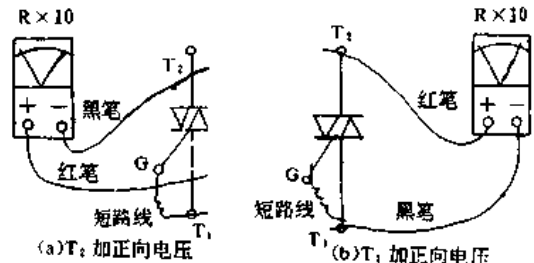
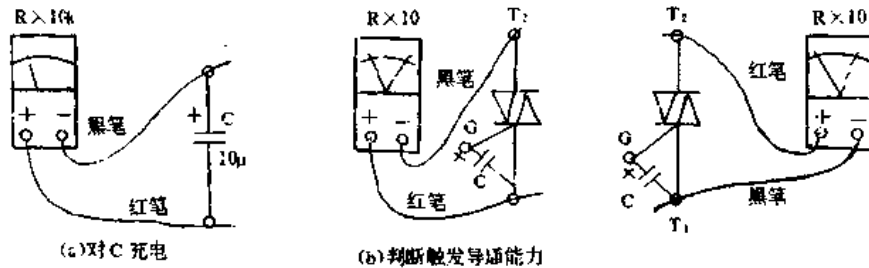

图10-12 判断双向可控硅的触发导通能力
图10-13 判断双向可控硅的触发导通能力
判断方法之二:检查触发导通能力。万用表置于 $R \times 10$ 档;①如图10-12(a)所示,用黑表笔接主电极 $T_2$ ,红表笔接 $T_1$ ,即给 $T_2$ 加正向电压,再用短路线将 $G$ 与 $T_1$ (或 $T_2$ )短接一下后离开,如果表头指针发生了较大偏转并停留在一固定位置,说明双向可控硅中的一部分(其中一个单向可控硅 $KS II$ )是好的;②如图10-12(b)所示,
判断方法之三:检查触发导通能力。如图10-13所示,取一只 $10\mu F$ 左右的电解电容器,将万用表置于 $R \times 10k$ 档(9V电压),对电解电容器充电 $3\sim 5s$ 后来代替图10-12中的短路线,即利用电容器上所充的电压作为触发信号,然后再将万用表置于 $R \times 10$ 档,照图10-13(b)连接好后进行测试。测试时,电容 $C$ 的极性可任意连接,同样是碰触一下后离开,观察表头指针偏转情况,如果测试结果与“判断方法之二”相同,就证明双向可控硅是好的。